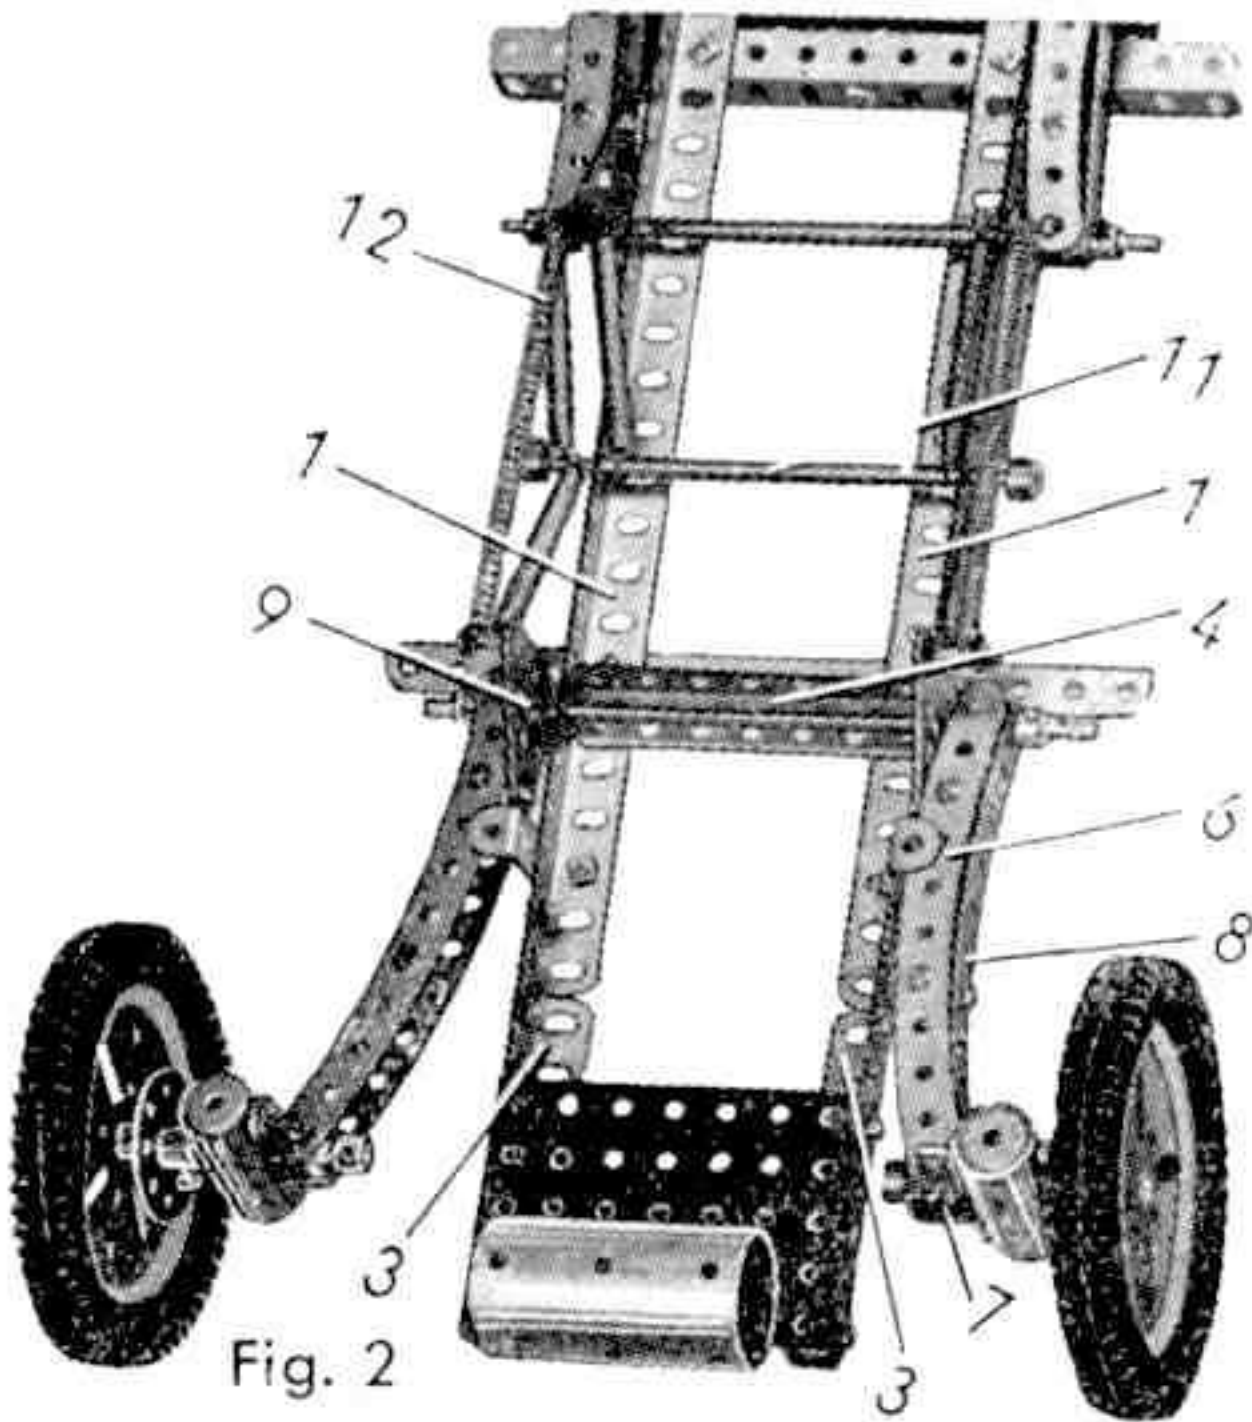

Fig. 2
Une tringle de 13 cm. (11) est passée dans les cornières (1) à égale distance des deux tringles de 16,5 cm. Elle porte à chaque extrémité trois ressorts de traction disposés comme le montre la figure 2. Deux de ceux-ci sont reliés au bras de suspension avant, le troisième au bras arrière.
ROUES ARRIÈRE (fig. 2 et 3).